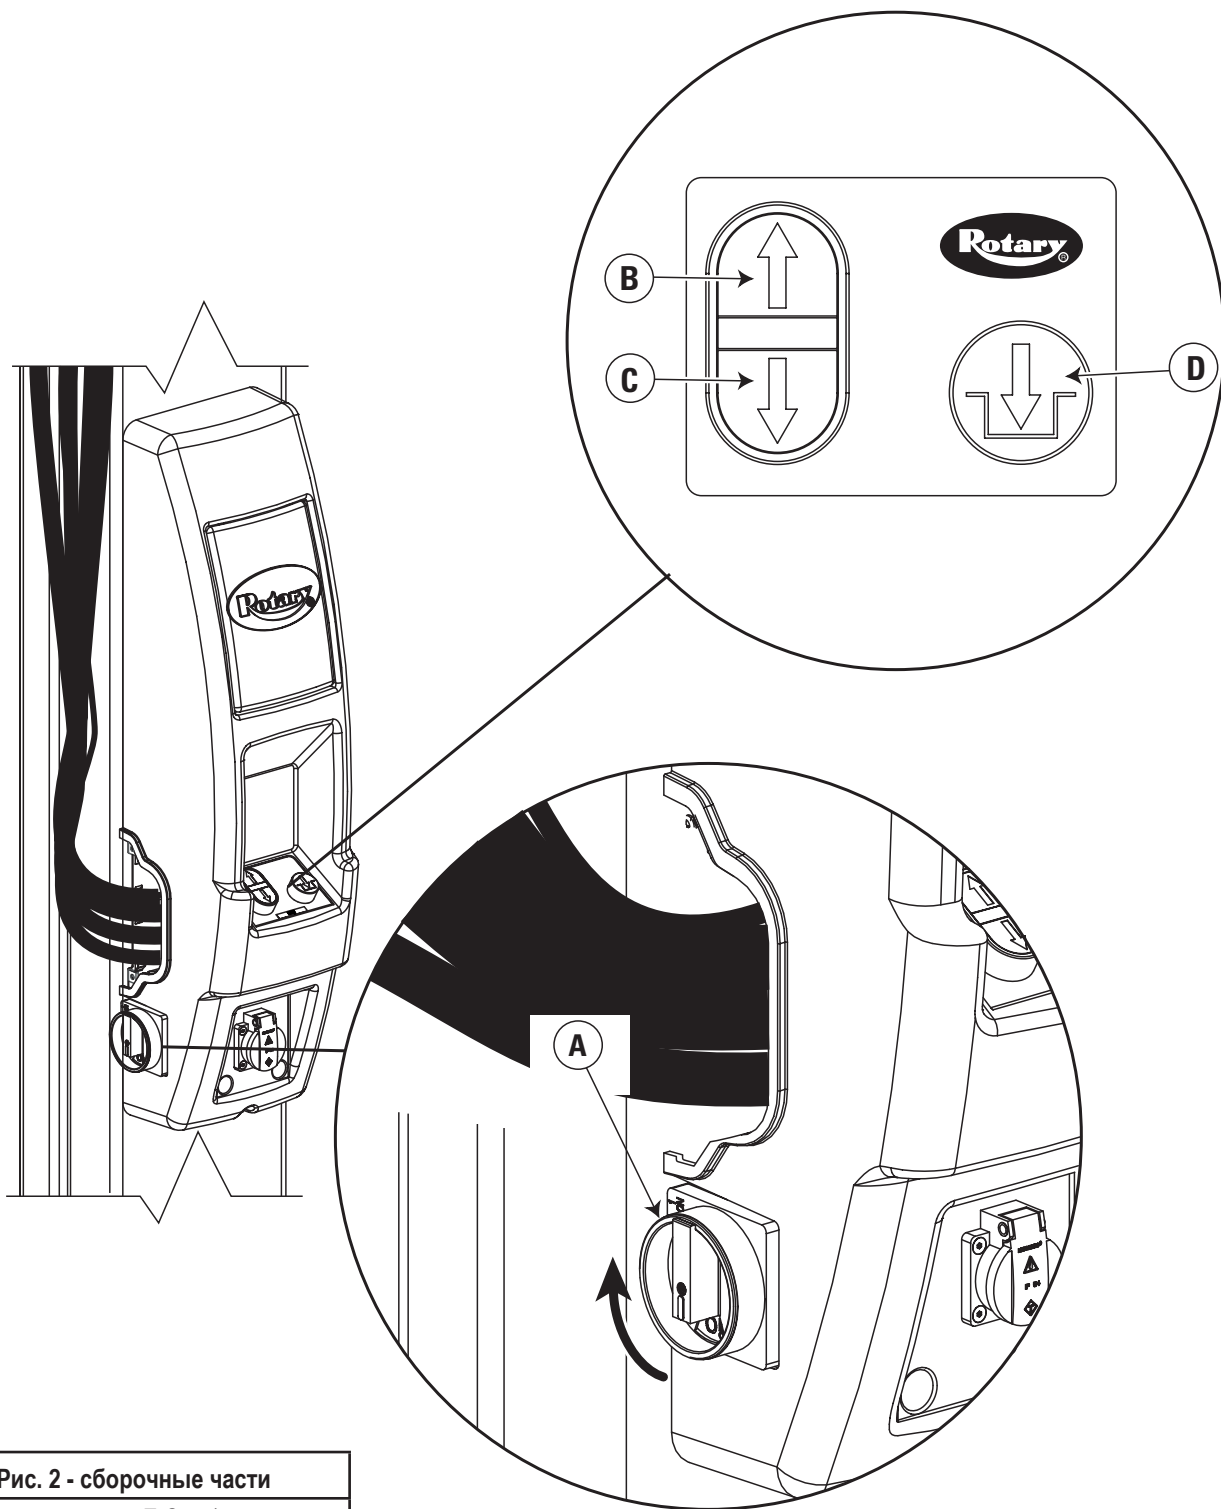

Рис. 2 - сборочные части
Для подъемников серии E поверните оба переключателя E-Stop в положение "ON", см. рис. 2.
- Для подъемников серии E: Нажмите  на панели управления, см. рис. 2.